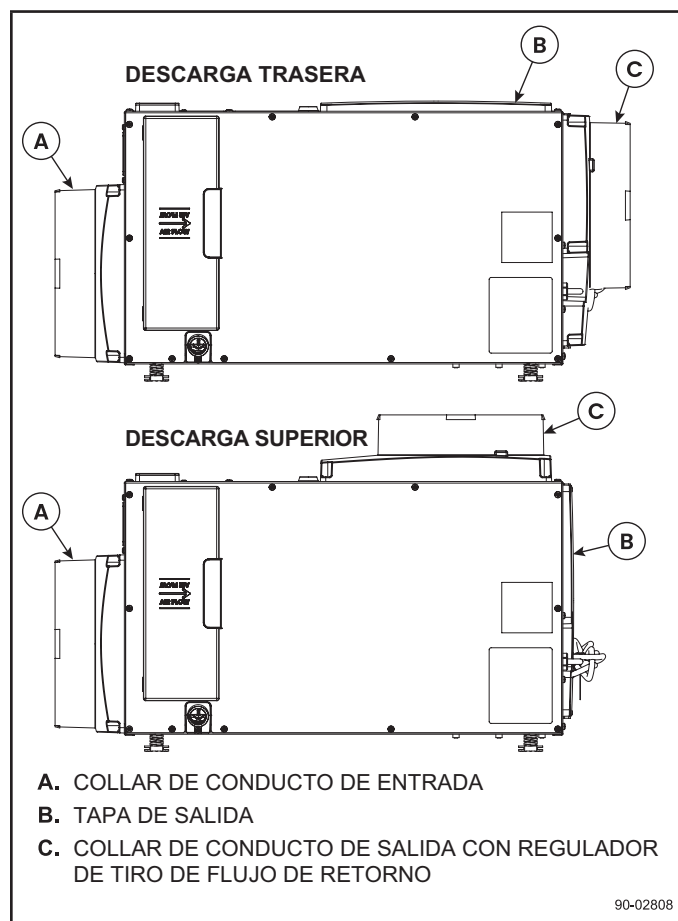

Figura 4. Instalaciones canalizadas por completo
- El collar del conducto de salida puede colocarse en la parte superior o trasera de la unidad. Mueva la cubierta de la salida a la ubicación que no se esté utilizando (ver la **Figura 4**).